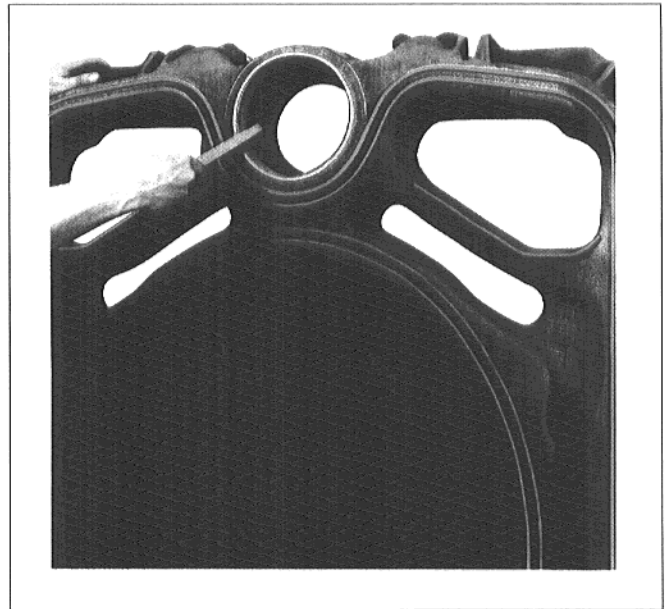

Рис. 10
- Устранить имеющиеся на ступицах заусеницы (рис. 10).